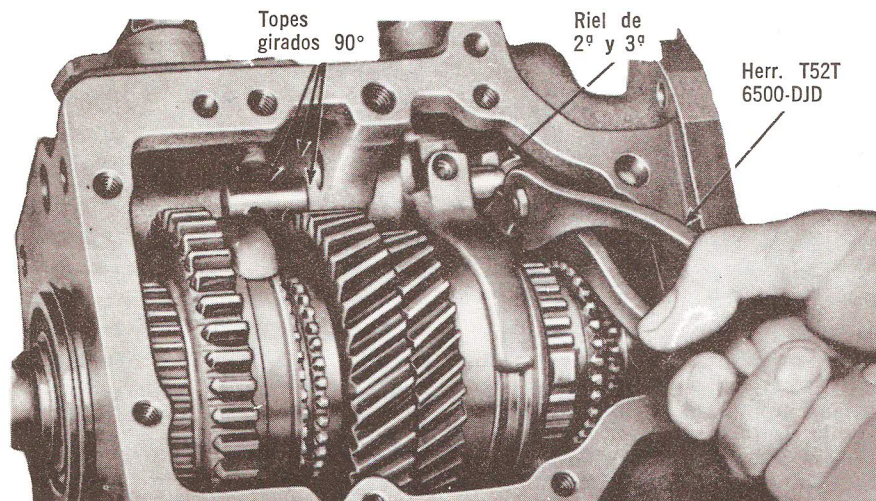

Fig. 9—Girando el Riel de Segunda y Tercera.
13. Mueva la horquilla de segunda y tercera a la posición de 2ª velocidad para tener acceso al tornillo prisionero. Saque el tornillo prisionero de la horquilla. Gire el riel de cambios 90° como se ilustra en la Fig. 9.